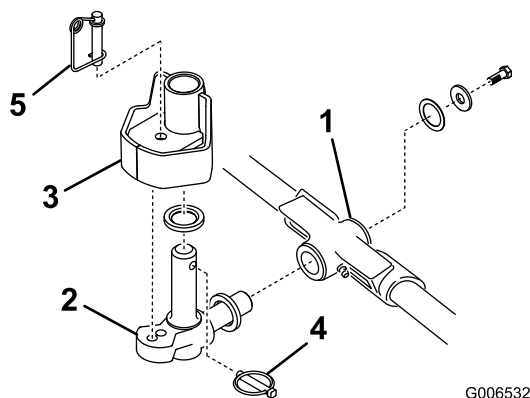

図 13
1. スラスト・ワッシャを、ピボット・ナックルの水平シャフトに差し込む図 13。
2. ピボット・ナックルの水平シャフトをキャリア・フレームの取り付け穴に差し込む(図 13)。
3. スラスト・ワッシャ、平ワッシャ、フランジヘッドネジを使って、ピボット・ナックルをキャリア・フレームに固定する(図 13)。
4. ピボット・ナックルの垂直シャフトにスラスト・ワッシャを差し込む図 13。
5. ピボット・ナックルの垂直シャフトを外している場合には、ここで昇降アームのピボット・ハブに差し込む(図 13)。昇降アームのステアリング・プレートの下にある 2 枚のゴム製センタリングバンパーの間に、ピボット・ナックルを挟む。
6. ピボット・ナックルのシャフトに付いている穴にリンチ・ピンを差し込む(図 13)。
注 カッティングユニットを固定モードで使用する場合には、ステアリング・ロック・ピンをピボット・ナックルの取り付け穴に差し込んでください(図 13)。
11. ステアリング・ロック・ピンの下にスプリングを掛ける(図 13)。